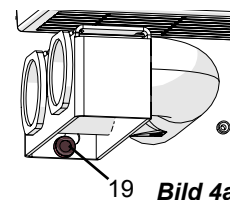

Bild 4a
- ⇒ Skruva loss den räfflade skruven (19, bild 4a).
- ⇒ Fäst hållaren med den räfflade skruven (19, bild 4a).